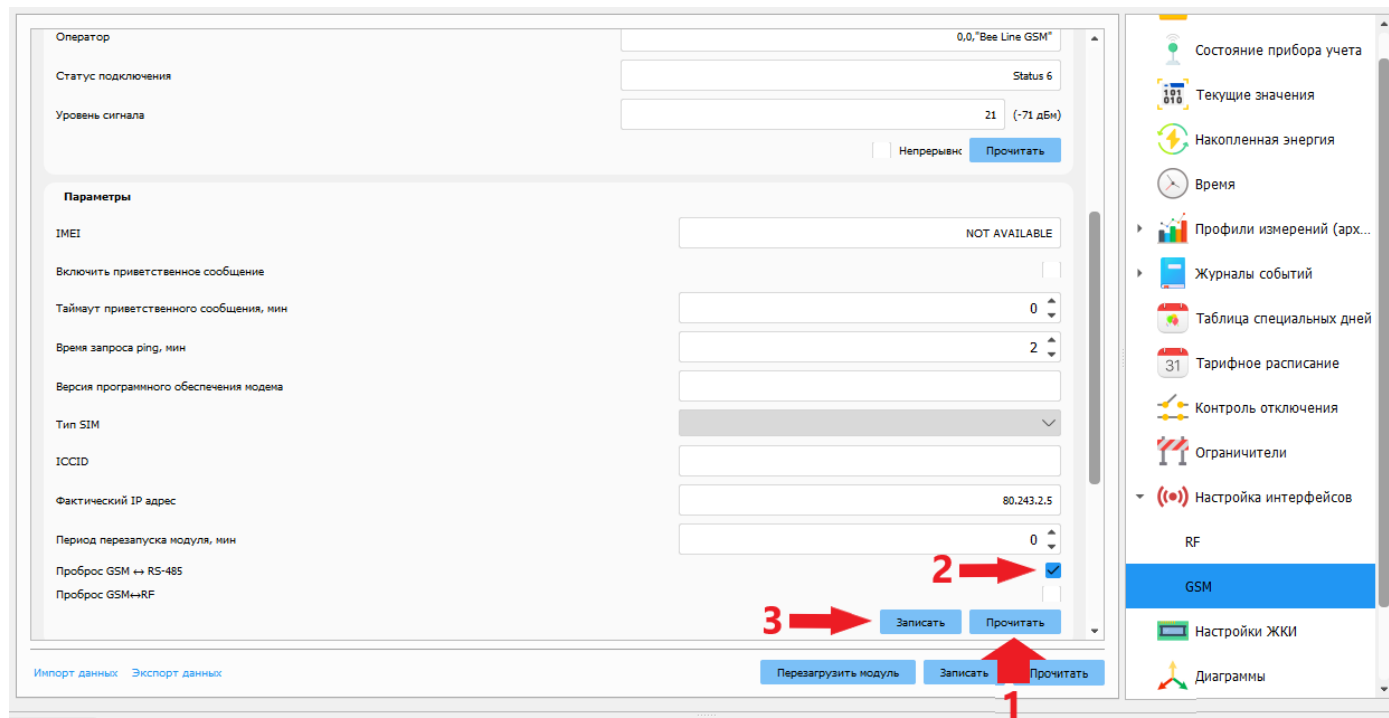

Рисунок 12
- открыть в правой части окна пункт меню «Настройка интерфейсов», выбрать «GSM»/«LTE» (рисунок 12);